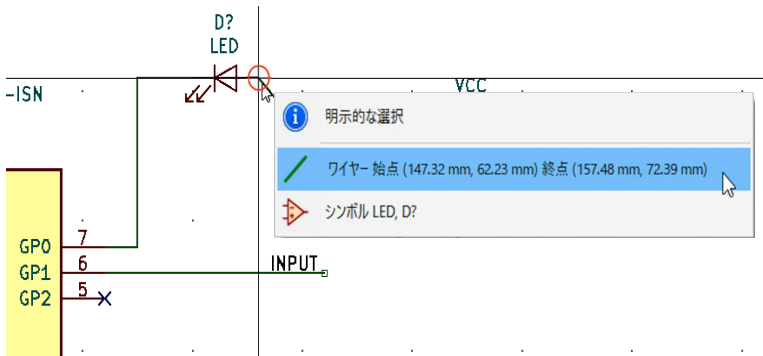

図4-17
- ① 端子と接続されている配線の端点を（図4-17 ○印）にマウスポインタを合わせてショート カット G（ドラッグ）を入力します。
- ② 選択メニューが表示されるので配線（ワイヤー）を選択します。
- ③ 部品の端子から配線端点が外れマウスポインタに吸着されます。
- ④ 目的の位置に移動しクリックして固定します。